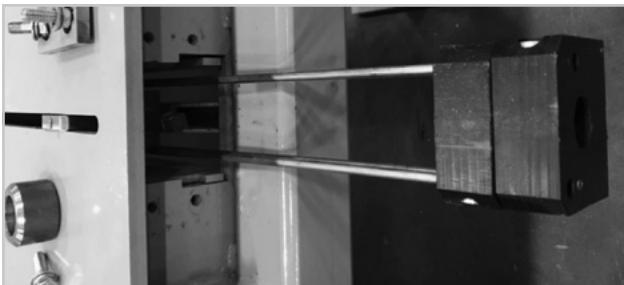

Figure 79
9. Tournez l'axe jusqu'à ce que l'écrou ACME soit complètement défileté. (figure 79)